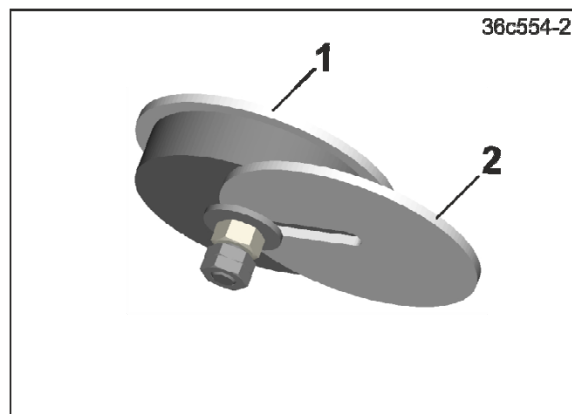

Fig. 11
- 2.1 Sikre pluggen (Fig. 11/1) med 1 skive (Fig. 11/2) under sågodsbeholderen.